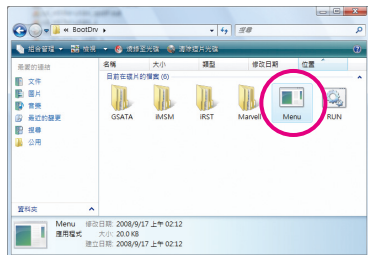
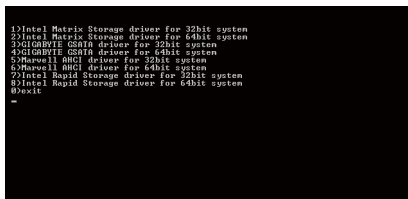

图2
图3
- 2: 进入光盘中「BootDrv」文件夹，双击「Menu.exe」文件(图2)后会出现「命令提示字符」画面，内含如图3的控制器选单。
- 3: 放入空白软盘。按下SATA控制器驱动程序代码后再按<Enter>键。以图3的选单为例：